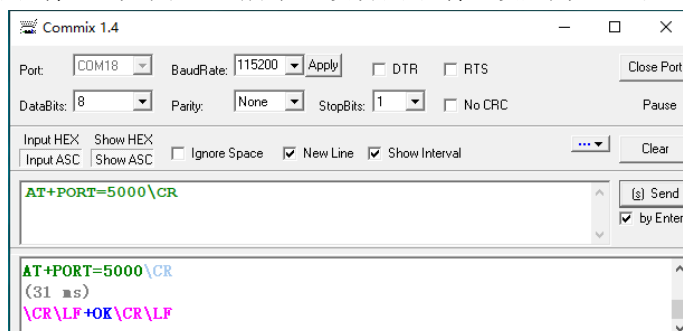

图 13-6 设备网络端口设置界面
- 4) 设置设备网络端口，如图 13-6 所示，设备网络端口设置为 5000；